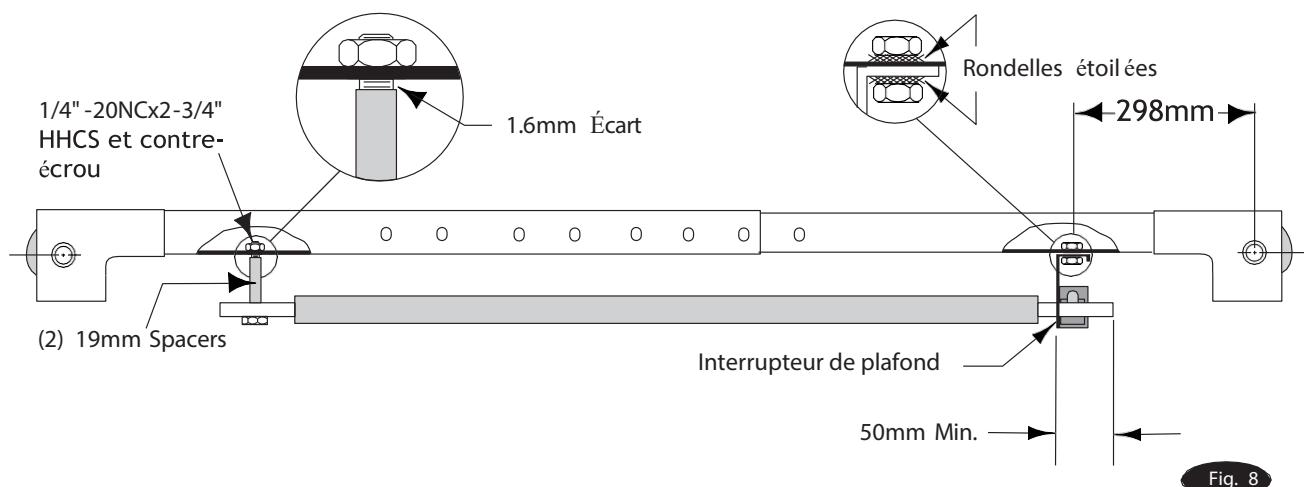

Fig. 8
Insérer une vis HHCS 1/4"-20NC x 2-3/4" dans le trou de pivotement de l'extrémité de la barre d'interrupteur. Insérer l'extrémité opposée de la barre dans la fente du support de montage de l'interrupteur Fig 8. Fixez ensuite le HHCS et la barre d'interrupteur au plafond comme indiqué, à l'aide de (2) entretoises de 19 mm et de contre-écrou 1/4"-20NC. Serrez le boulon hexagonal en laissant un espace de 1,6 mm entre l'entretoise et l'assemblage du plafond.